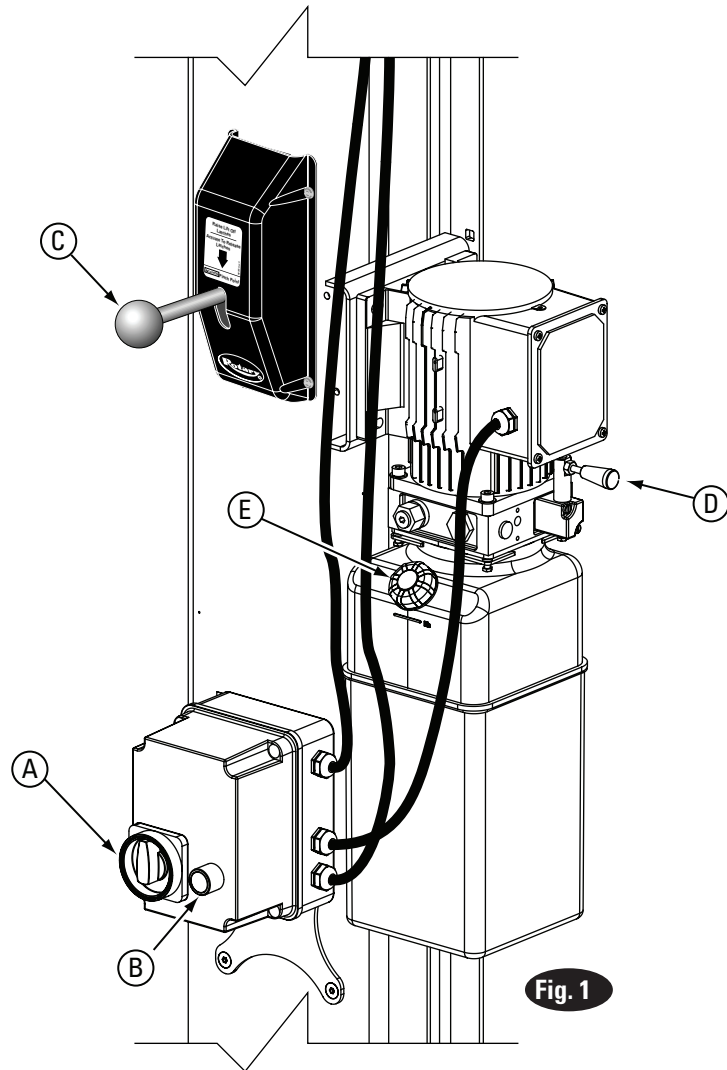

Fig. 1 Detail
- Positionner l'interrupteur d'arrêt d'urgence sur « ON » (Marche), fig. 1.
- Pour les ponts élévateurs de la série M : Actionner l'interrupteur LEVEE sur l'armoire électrique pour monter le pont élévateur, fig. 1.
- Actionner la manette de la VANNE de descente pour l'abaissement, fig. 1.